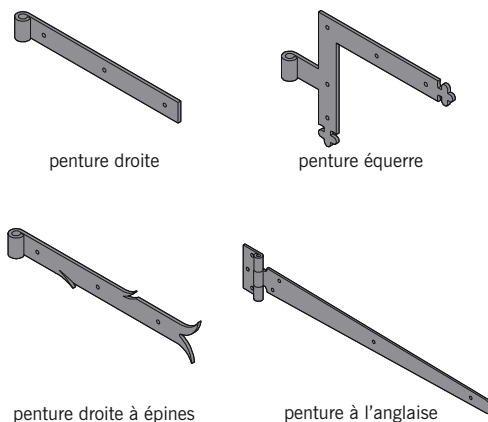

fig. 11.69
■ **La penture** (fig. 11.69) : ferrure mise en place sur les volets et sur certaines portes, constituée d'une bande de métal dont l'extrémité enroulée reçoit le *gond* fixé à la maçonnerie.